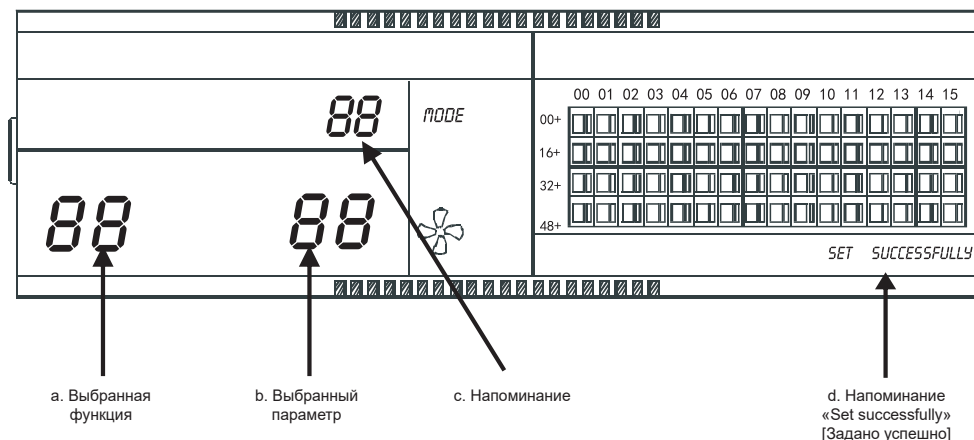

Рисунок 2.9. Матрица фильтрации в дополнение к функции очистки от пыли включает отображение содержимого.
- ① Когда суммарное время работы центрального пульта управления достигает заданного значения, центральный пульт управления напоминает о необходимости очистки фильтра. Сдвоенный семисегментный индикатор напоминания (см. рисунок 2.9с) отображает «FL».
- ② Если на центральном пульте управления отображается «FL», это напоминание сбрасывается вручную. Чтобы выключить индикатор, нажмите и удерживайте кнопку «», затем нажмите кнопку «». Одновременно будет сброшено значение суммарного времени работы центрального пульта управления.
- ① Установите кодовый переключатель 3 в положение «ON», чтобы выбрать параметр «дополнительная функция имеется» (см. таблицу 2.1), затем включите центральный пульт управления. Через 1 минуту нажмите и удерживайте кнопку «», затем нажмите кнопку «», чтобы открыть экран настроек дополнительной функции. Сдвоенный семисегментный индикатор выбора функции (см. рисунок 2.9а), мигающий с частотой 1 Гц (отображаемое по умолчанию значение 00), отобразит код дополнительной функции (см. таблицу 2.2). Нажмите кнопки «» и «», чтобы выбрать функцию, затем нажмите кнопку «», чтобы войти в режим выбора параметра.
- ② После входа на экран выбора параметра, сдвоенный семисегментный индикатор выбора представленной функции начинает светиться, сдвоенный семисегментный индикатор выбора представленного параметра (см. рисунок 2.9б), мигающий с частотой 1 Гц, отображает код дополнительного параметра. С помощью кнопок «» и «» выберите значение параметра.
- ③ Нажмите кнопку «», чтобы подтвердить выбор параметра (коды параметра, соответствующие времени, приведены в таблице 2.3).
- ④ После успешного завершения настройки сдвоенный семисегментный индикатор выбора функции светится, а на экране отображается сообщение «Setting successfully» [Установлено успешно] (см. рисунок 2.9 д). Через 3 секунды экран выбора дополнительной функции автоматически закрывается. Отображение на дисплее вернется к нормальному.